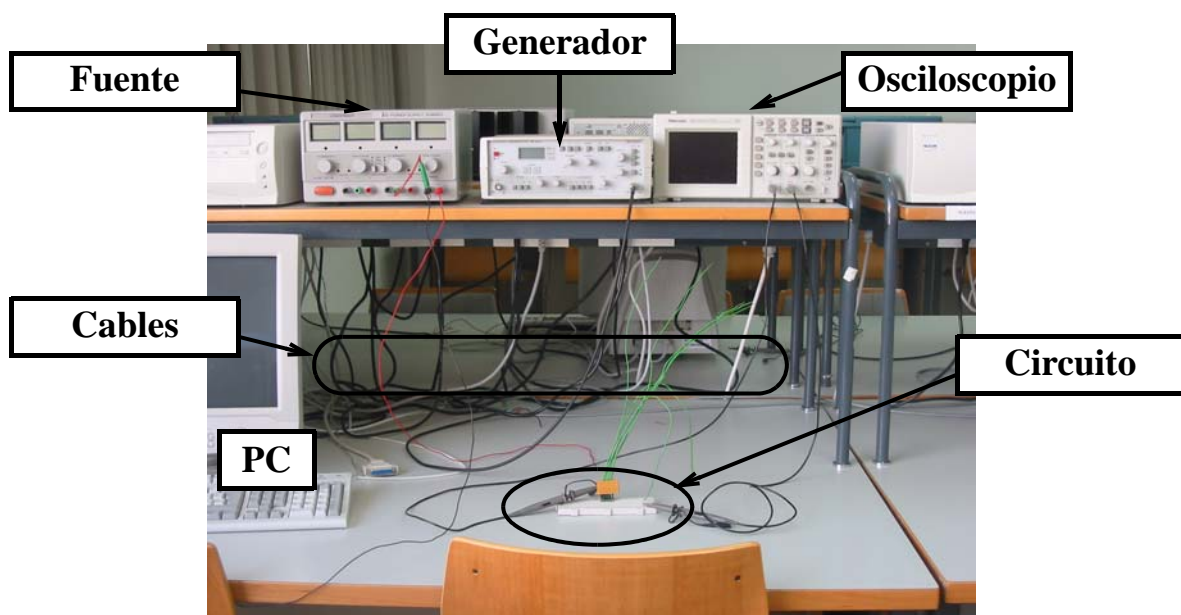

Figura 1: Puesto típico del laboratorio
En la Figura 1 se muestra un ejemplo de puesto de trabajo donde aparecen los principales componentes:
- **Fuente de alimentación:** En la Figura 1 aparece simplemente como Fuente. Es el instrumento que **genera señales de tensión constantes**. Se usará para alimentar a los componentes electrónicos, esto es, para suministrarles la energía que necesitan. En digital y en las tecnologías básicas, también suministran los valores binarios (bajo o 0, y alto o 1).
- **Generador de señal:** En la Figura 1 aparece simplemente como Generador. Es el instrumento que **genera señales de tensión variables periódicamente** en el tiempo. Es muy versátil en cuanto a la frecuencia de la señal generada y suele dar varios tipos de señal. En digital se usará, en otros casos, para generar la señal de reloj en circuitos secuenciales.
- **Otros que no aparecen en la Figura 1.** Entre otros ejemplos, podemos citar: